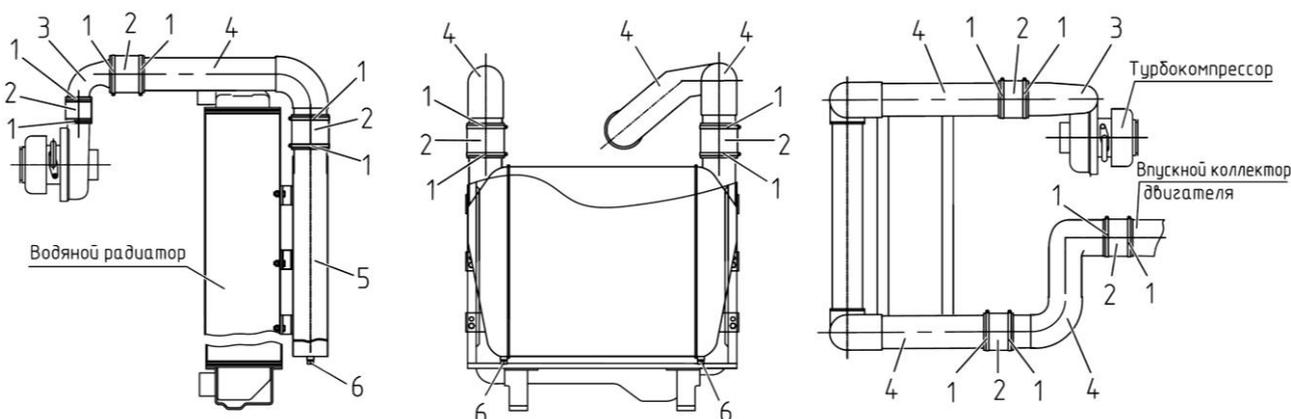

Рис.7.10– Обслуживание ОНВ двигателя
- отвернуть две пробки 6 (рисунок 7.10) в нижней части радиатора охладителя наддувочного воздуха 5;